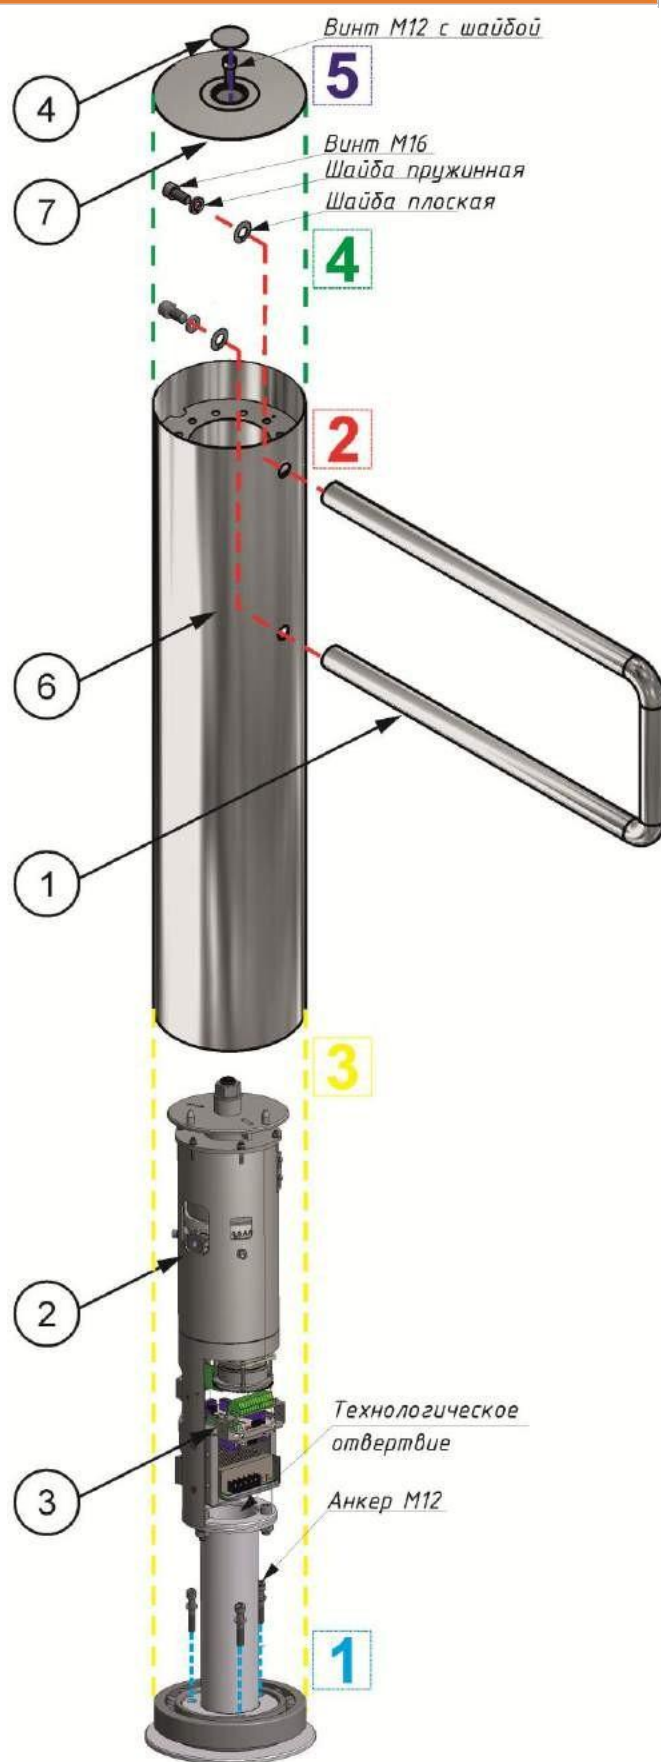

Рис.9 – Монтаж турникета типа «калитка»
11) Разместить турникет на подготовленном месте в вертикальном положении (Рис.9):